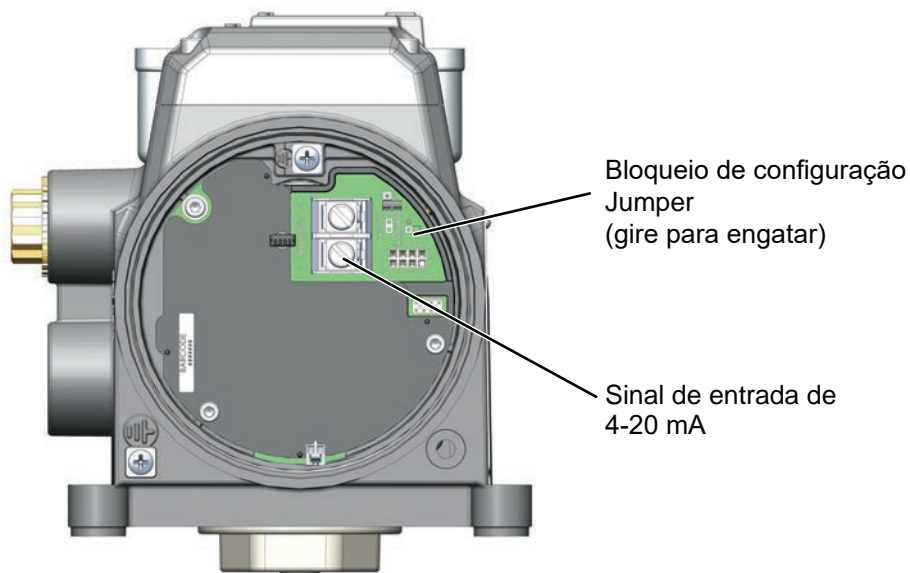

Figura 17 - Conexões ao módulo eletrônico principal (via Placa de Terminal)
5. Localize o bloco de terminais correto na placa de terminais (consulte Figura 17).